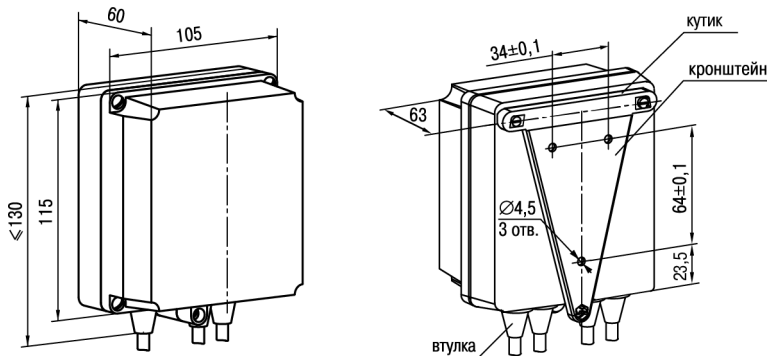

Рисунок 4.2 – Габаритні розміри корпусу Д
1. Закріпити кронштейн трьома гвинтами М4 × 20 на поверхні, призначений для встановлення пристрою (див. *рисунок 4.2*).